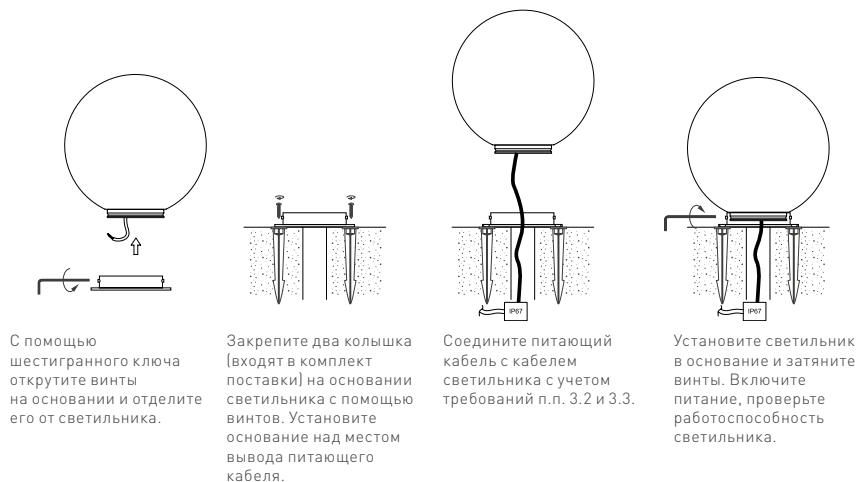

Рис. 2. Установка светильника на грунтовое основание
- 3.4. При установке светильника на грунтовое основание следуйте инструкции, приведенной на рис. 2.